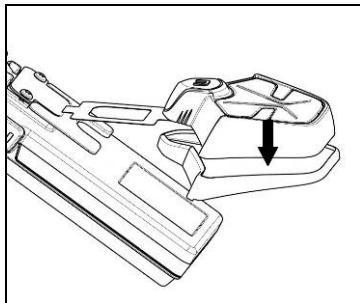

Fig. 5
- Draai de adapter tot hij horizontaal wordt gesteld zoals het systeem ESS, en druk daarna de twee componenten samen zodat ze worden verbonden (Fig. 5);